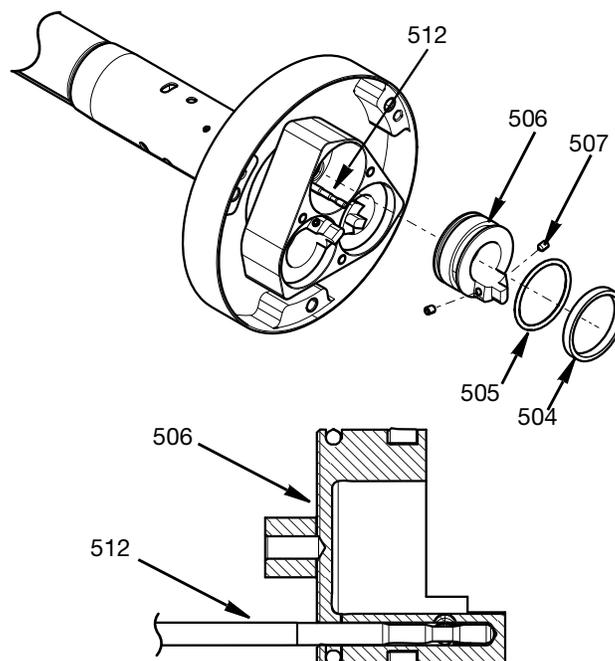

**FIG. 30**
10. Fije el cabezal de boquillas (301) al adaptador con los tornillos M4 (304) enroscados en el cuerpo central. Apriete a un par de 3,3 N•m (29,2 lb-pulg.). Consulte la FIG. 30.